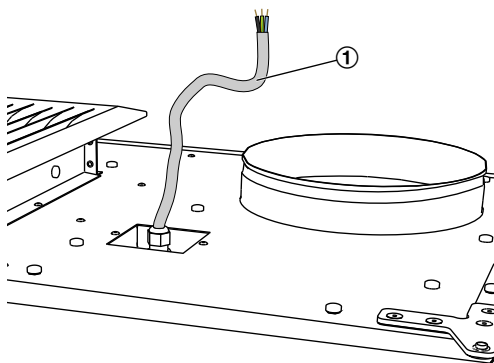

Abb. 22: Anschlussleitung Versorgungsspannung
1. ► Versorgungsspannung des Gerätes am Anschlusskabel (Abb. 22 /1) anschließen.